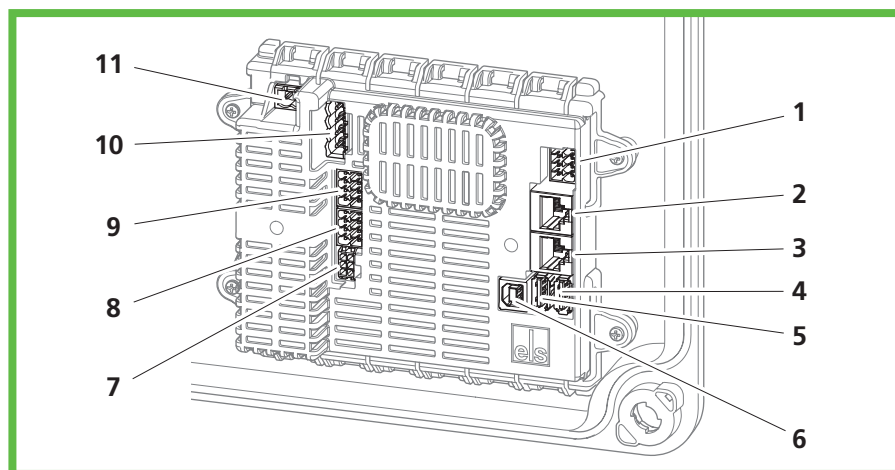

Bild 6: Anslutningar på laddningsregulator
- Anslut LAN-kabeln till LAN-ladduttaget LAN-1 i locket (bild 6 pos. 3).